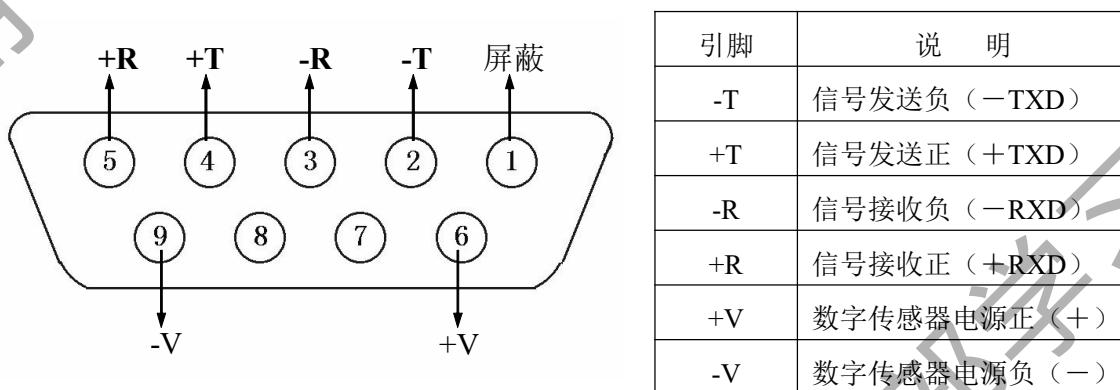

图 2-1-1 数字传感器接口及说明
- 2、DS17 的传感器接口采用 9 芯插头座。图 2-1-1 标注了各引脚的意义。